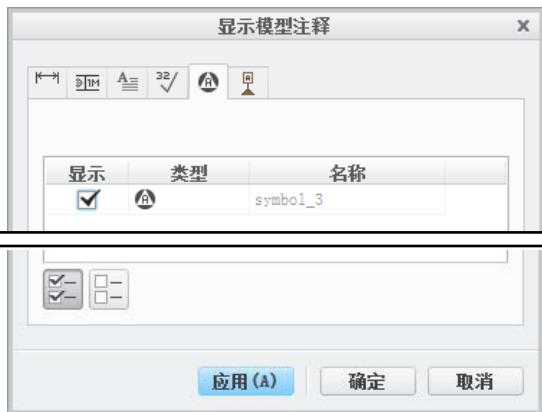
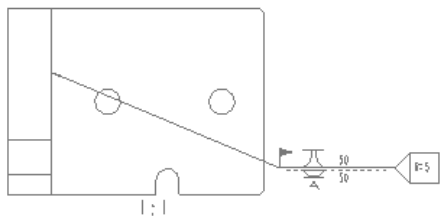

图 5.7.8 “显示模型注释”对话框
图 5.7.9 显示焊接符号
(1) 在功能选项卡区域的 **注释** 选项卡中单击“显示模型注释”按钮 , 系统弹出“显示模型注释”对话框。
(2) 在图 5.7.8 所示的“显示模型注释”对话框中单击  按钮, 然后选中主视图, 此时主视图中显示图 5.7.9 所示的焊接符号, 在“显示模型注释”对话框中依次单击  和 **确定** 按钮。
(1) 双击图 5.7.9 所示的焊接符号, 系统弹出“自定义绘图符号”对话框。